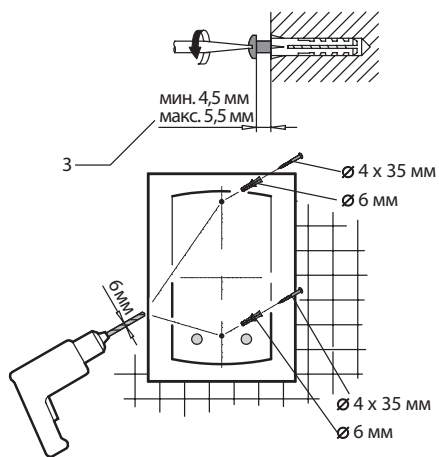

Рис. 6
| 3. Длина монтажного шурупа (рис. 6, поз. 3) | 7. Электрические разъемы | 11. Патрубок выхода горячей воды |
- Приложите монтажную пластину к стене и просверлите отверстие (рис. 6).
- Вставьте в отверстие дюбель и ввинтите в него шуруп так, чтобы было соблюдено указанное расстояние от стены до шляпки (рис. 6, поз. 3).